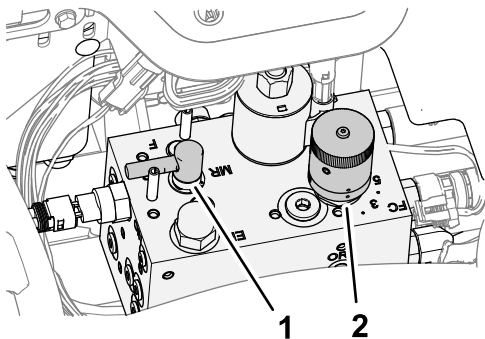

Figura 91
3. Spostate la leva di lappatura in posizione F (tosatura) (Figura 91).